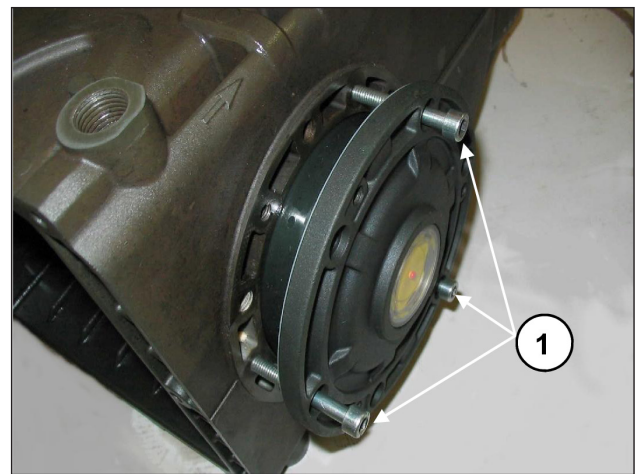
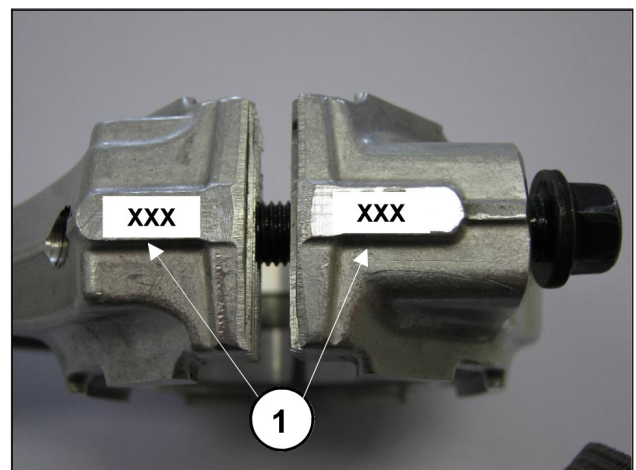

Fig. 8
Fig. 9
Para facilitar a entrada da primeira seção e da relativa inserção das coberturas no carter, aconselha-se o uso de três parafusos M6 x 40, parcialmente rosqueados, (Fig. 8, pos. ①) para depois completar a operação com os parafusos fornecidos (M6x18).
- Emparelhe os chapéus da haste em suas relativas hastes, referindo-se à numeração (Fig. 9, pos. ①). **Preste atenção na direção correta da montagem dos chapéus.**
Depois de desmontar as coberturas laterais, conforme indicado no parág. 2.1.1, retire o anel externo dos rolamentos das coberturas e do anel interno com a parte restante do rolamento, das duas extremidades do eixo através de uma "tomada de caça" normal ou ferramenta equivalente, conforme indicado na Fig. 8 e Fig. 9.